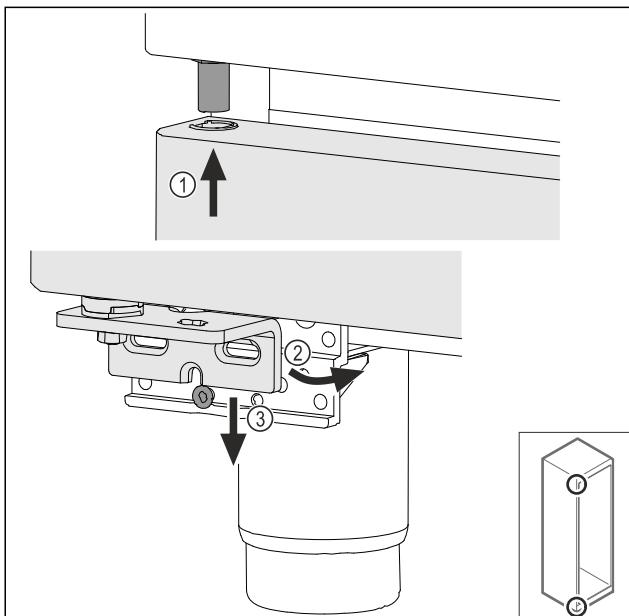

Fig. 49
- Umetnute vrata lagano nagnuta gore Fig. 49 (1), poravnajte vrata Fig. 49 (2) i dolje ih postavite na vijak podloška ležaja Fig. 49 (3).